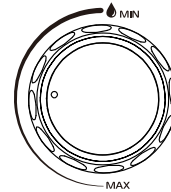

Рис. 4
Изменение температуры воды осуществляется с помощью регулятора потока (см. рис. 4).
- Снимите регуляторы протока и мощности со стержня (рис. 4).